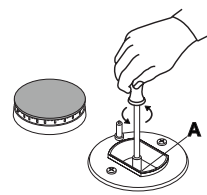

fig.13
- svitare gli ugelli (fig.13), servendosi di una chiave a tubo da 7 mm. e sostituirli con quelli adatti al nuovo tipo di gas (vedi tabella 1 "Caratteristiche dei bruciatori ed ugelli"). Rimontare le parti eseguendo all'inverso le operazioni.